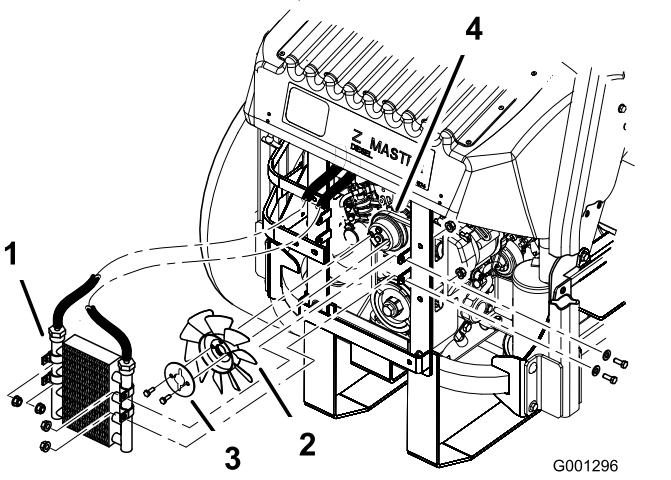

Figura 79
- 5. Retire los 4 pernos que sujetan el enfriador de aceite y coloque el enfriador de aceite en un lado (Figura 79).
- 6. Retire los 2 pernos que fijan el ventilador y el disco del ventilador a la máquina (Figura 79).
- 10. Instale el ventilador y el disco del ventilador en la máquina con los 2 pernos que retiró anteriormente (Figura 79).
11. Instale el enfriador de aceite con los 4 pernos que retiró anteriormente (Figura 79).